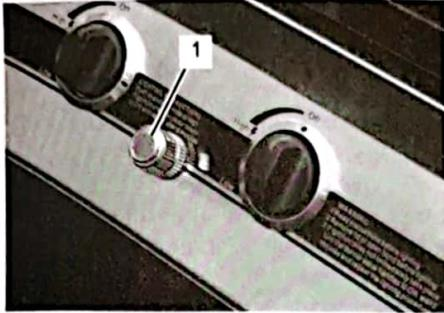

Abb. 41
- Drücken Sie den Zündschalter (Abb. 41/1) ein.